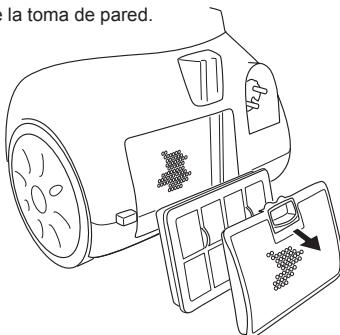

Figura 13
2. Abra la tapa del filtro de salida, tirando de la lengüeta de la tapa. Saque el filtro de salida del aparato, véase la figura 13.